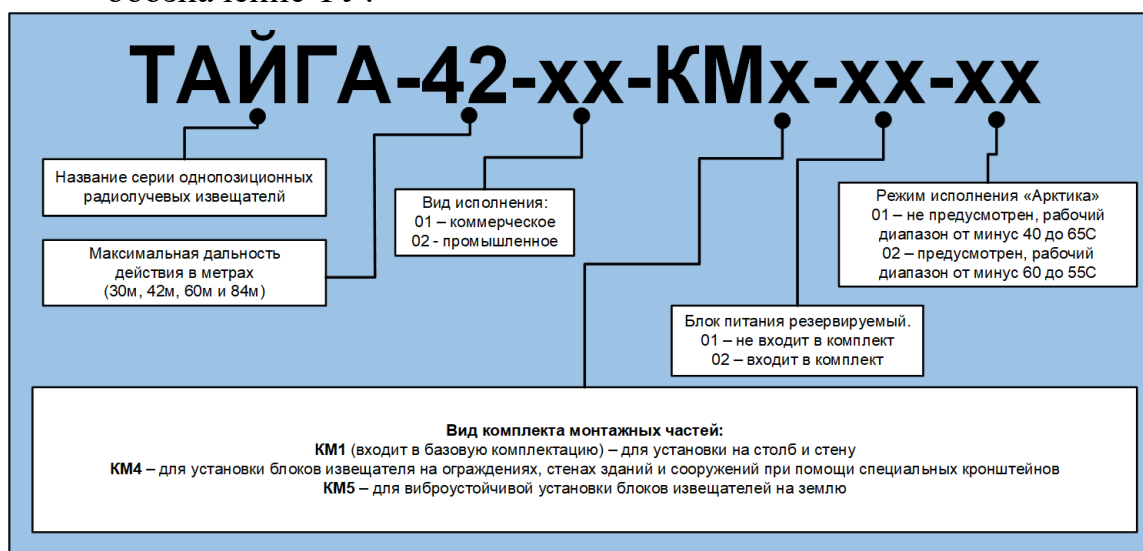

Рисунок 1 - Структура наименования извещателей Тайга.
1.3. Наименование извещателей при заказе отражено в соответствии с структурой наименования, приведенной ниже (Рисунок 1), и включает: